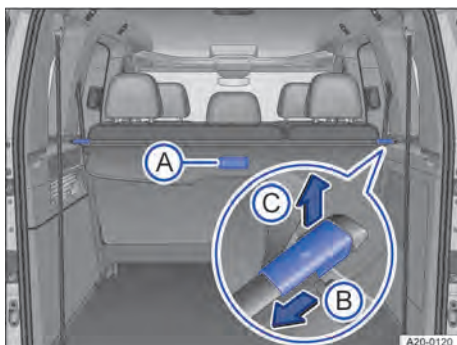

Abb. 154 Im Laderaum: Laderaumabdeckung.
1. Laderaumabdeckung am Griff → Abb. 154 (A) etwas nach hinten ziehen.
1. Die aufgerollte Laderaumabdeckung am Griff → Abb. 154 (A) gleichmäßig nach hinten ziehen.
1. Laderaumabdeckung in Pfeilrichtung entriegeln → Abb. 154 (B) und in Pfeilrichtung → Abb. 154 (C) anheben.
2. Verriegelung der Laderaumabdeckung in Pfeilrichtung → Abb. 154 (B) ziehen und halten.